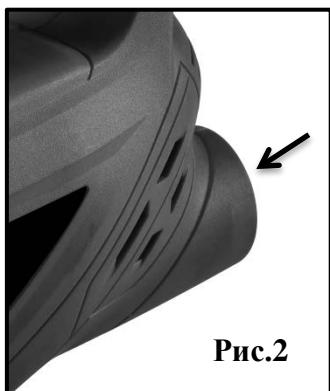

Рис.2
5.1. Установка патрубка для удаления пыли (рис. 2)(может не входить в комплектацию изделия).